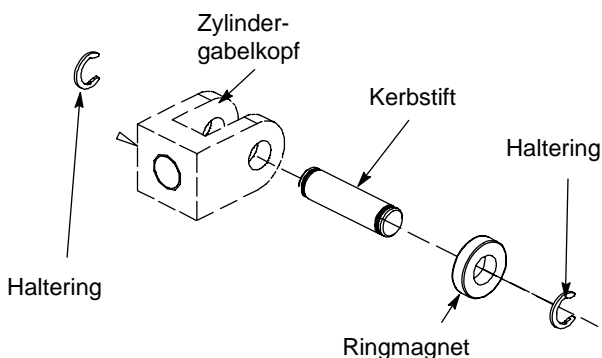

Abb. 8
4. Bringen Sie die Halteringe, den Ringmagneten und den neuen Kerbstift am Gabelkopf an. Siehe Abbildung 8.